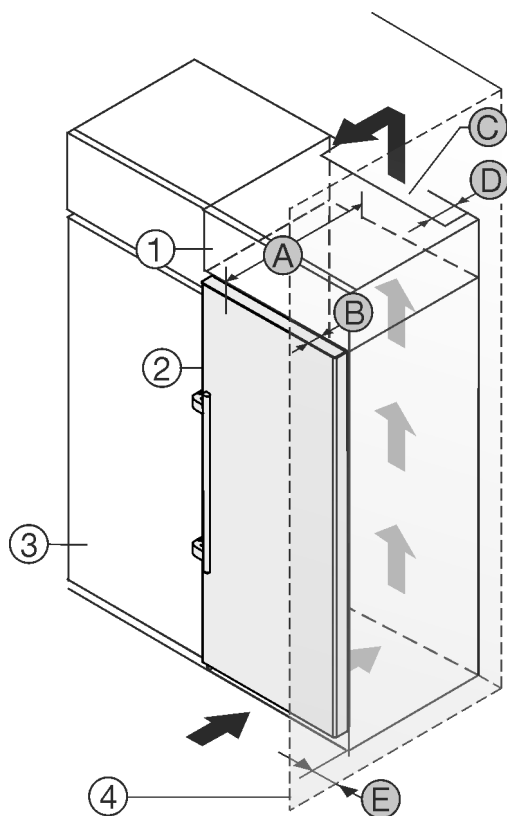

Fig. 2
Urządzenie można ustawić bezpośrednio obok szafki kuchennej *Fig. 2 (3)*.\*
Na tylnej ścianie szafki nasadzonej wymagany jest wywiewny kanał wentylacyjny o głębokości *Fig. 2 (D)* na całej szerokości szafki.\*
Pod sufitem pomieszczenia należy zachować przekrój wentylacyjny *Fig. 2 (C)*.\*
Jeżeli urządzenie będzie ustawiane z zawiasami do ściany *Fig. 2 (4)*, to pomiędzy urządzeniem i ścianą należy zachować minimalny odstęp, wynoszący 57 mm. Na taką odległość wystaje klamka przy otwartych drzwiach.\*
By móc całkowicie otworzyć drzwi, urządzenie musi wystawać przynajmniej o głębokość drzwi *Fig. 2 (B)* za front szafki kuchennej. W zależności od głębokości szafek kuchennych *Fig. 2 (3)* oraz od zastosowania elementów dystansowych urządzenie może wystawać jeszcze bardziej.\*